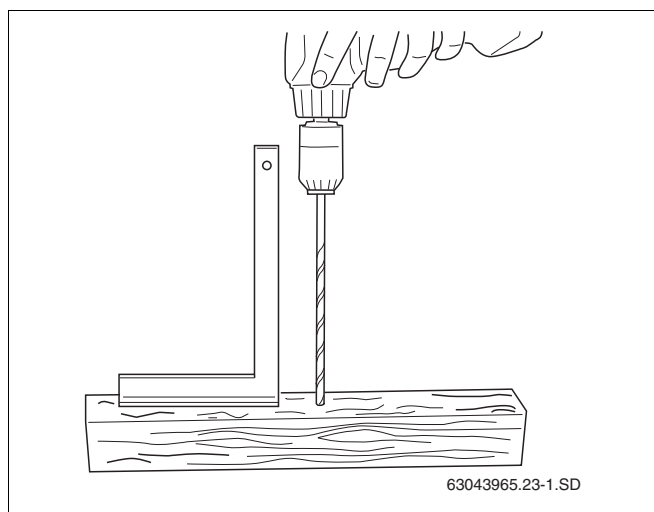

Рис. 22 Изготовление шаблона
- Возьмите брус длиной 0,50 – 1,00 м. Вертикально просверлите в брус отверстие Ø 6 мм (рис. 22).